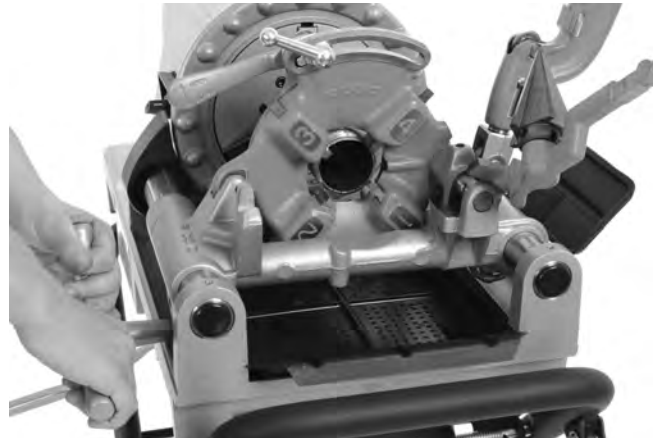

Figura 24 – Roscado de un tubo (se muestra un cabezal de terrajas de apertura rápida, Modelo 811-A)
5. Gire el volante del carro para desplazar el cabezal de terrajas hasta el extremo del tubo (*Figura 24*). Presione levemente el volante para iniciar la acción del cabezal de terrajas sobre el tubo. Una vez que el cabezal de terrajas empiece a roscar el tubo, no es necesario seguir aplicando fuerza al volante del carro.